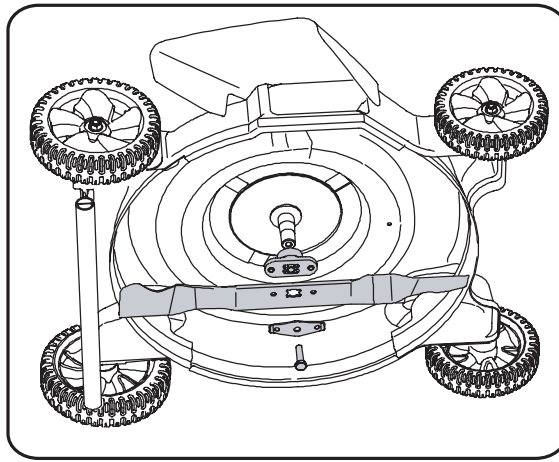

Figure 5-2
3. Enlevez le boulon et le support de la lame qui maintiennent la lame et l'adaptateur sur le vilebrequin. Voir la Figure 5-2.